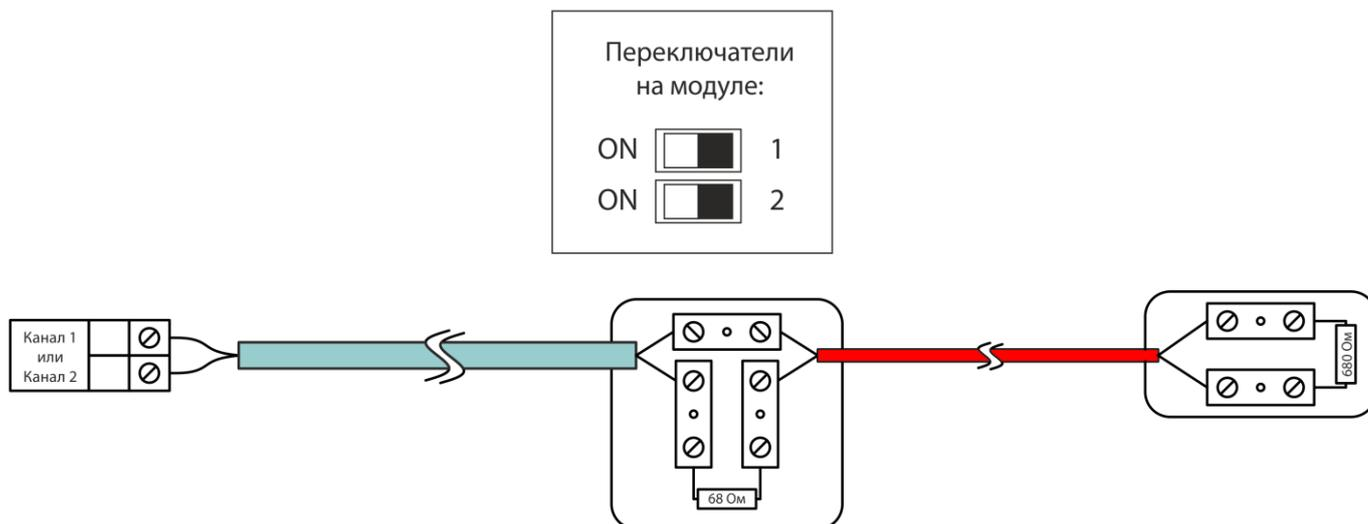

Рисунок 6. Четвертый этап калибровки - линия термокабеля в эксплуатационном режиме.
- 10.2.10. Проверить положение переключателей «1», «2» – оба в положении «Выкл.» (см. Рисунок 6, стр. 18).